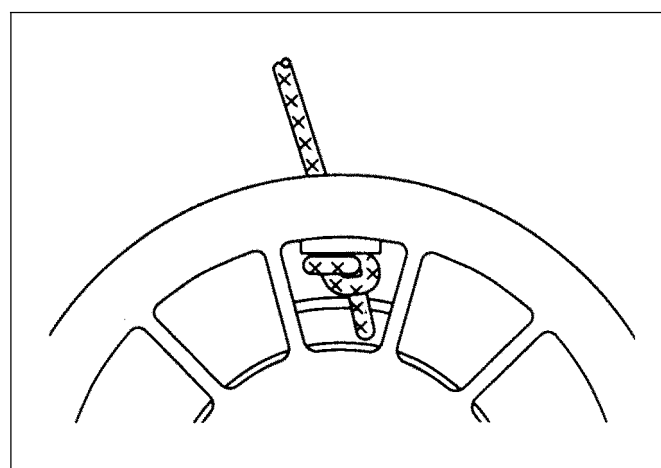

Рис. 10-8
- 3: натянуть шнур и убедиться в крепости узла (см. рис. 10-8)